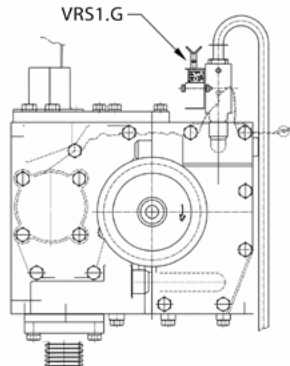

Abbildung 17 - Pumpenblock FP-100I mit Luftstromsensor VRS1.G
Die mechanische Kalibrierung des Zählers (1) wird nur an Kolbenzählern vom Typ FM-1007 durchgeführt, und zwar direkt am Zähler durch Drehen des Kalibrierungsrad A (siehe Abbildung 17), mit dem das zyklische Volumen des Zählers mechanisch eingestellt werden kann. Ist der Zähler genau eingestellt, entspricht eine Umdrehung der Zählerwelle genau 0,5 l abgegebenem Kraftstoff und 50 Impulsen, die vom an die Zählerwelle angeschlossenen Impulsgeber (Pulser) an den Rechner gesendet werden. Durch Drehen des Kalibrierrads im oder gegen den Uhrzeigersinn lässt sich die Genauigkeit des Zählers in einem Bereich von +/-1,3 % mit Schritten von jeweils 0,04 % korrigieren.